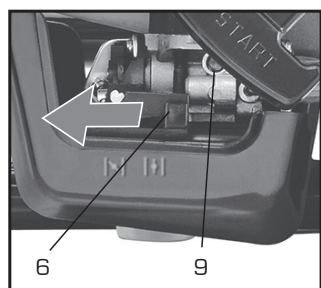

Figura 2
- 2.** Coloque la palanca del cebador (6) en la posición cerrado (Figura 2 - página 8).
- 3.** Presione el bulbo de combustible (9) al menos unas 10 veces.
- 4.** Tire de la empuñadura de arranque (5) hasta sentir un punto de resistencia (aproximadamente 5 cm). Luego tire con firmeza por unas 4 veces. La máquina debe arrancar.